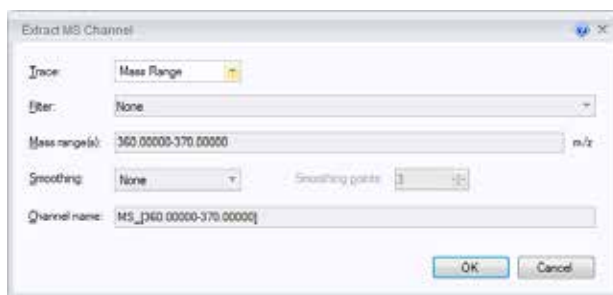

图 10. 提取质谱通道对话框
- 右键单击质谱图中的质谱峰，并从上下文菜单中选择提取离子色谱图…。提取质谱通道对话框将打开（图 10）。